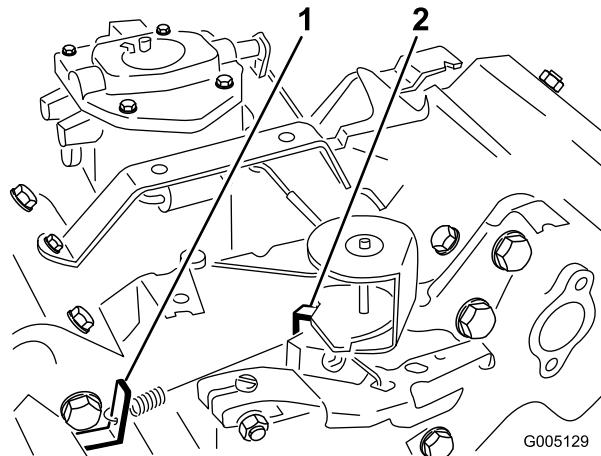

Figura 36
3. Dobre o batente da mola de velocidade intermédia (Figura 36) até obter uma velocidade de 1625 ± 100 rpm. Verifique a velocidade com um tacómetro.
elevada (Figura 36) até obter uma velocidade ao ralenti de 2850 ± 50 rpm.